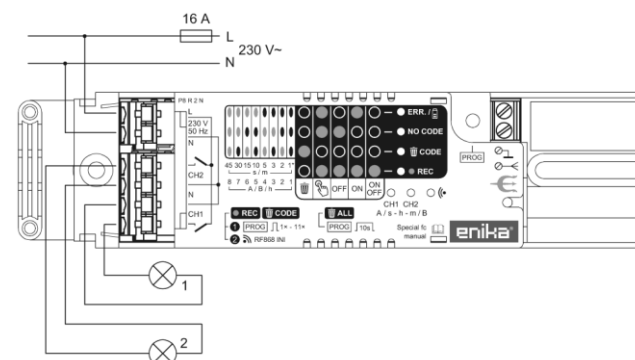
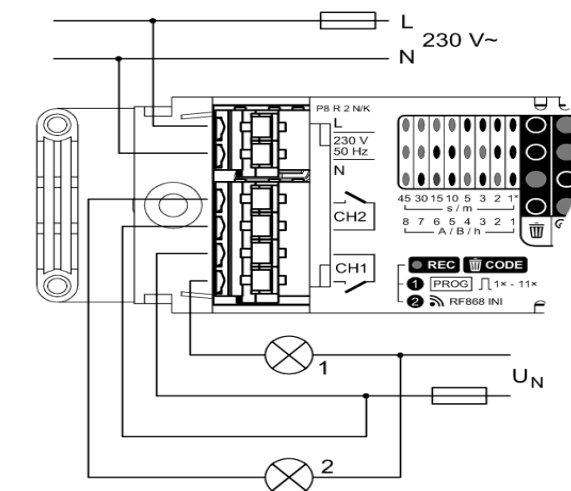

рис. 1
рис. 2
- подключите приёмник по приложенной схеме и подключите питание P8 R 2 N –рис. 1, P8 R 2 N/K – рис.2)